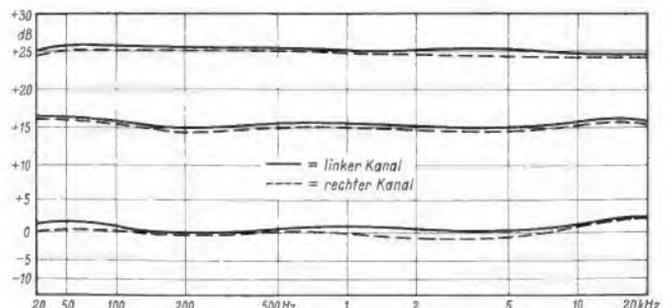

Bild 5. Frequenzgang des Stereoverstärkers bei verschiedenen Stellungen des Lautstärkeinstellers
Beim Gerät U 702 ist das Ergebnis, daß man u. U. eine unbrauchbare Röhre tauschen muß und daß ein Vordruck aller Skalenstriche durch die Lieferfirma des Anzeigeinstrumentes wegen der großen Abweichungen (z. T. größer als 3 dB) nicht möglich ist (die Skala enthält deshalb nur die Marken ∞ und + 5 dB sowie die Beschriftung). Die in Bild 5 wiedergegebene Skala gilt also nur für eine spezielle Röhre. Um für Ein-
Den Frequenzgang bei konstanter Eingangsspannung und verschiedenen Stellungen des Lautstärke-Einstellers zeigt Bild 5.
9. Pegelunterschied zwischen beiden Kanälen bei voll geöffnetem Lautstärke-Einsteller (siehe auch Bild 5) $\leq 1 \text{ dB}$